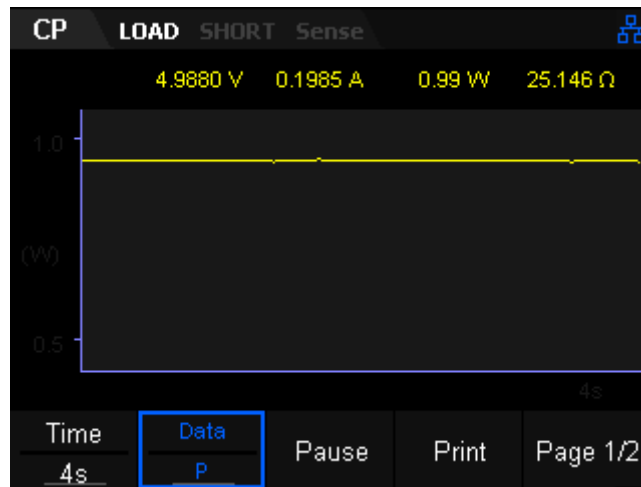

Abbildung 2-13: Wellenformanzeigeschnittstelle des CP-Modus
6. Drücken Sie die **Anzeige** Taste zum Aufrufen der Wellenformanzeigeoberfläche, wie in Abbildung 2-13 dargestellt. Standardmäßig wird die Leistungskurve angezeigt. Bei Änderung der Eingangsspannung nimmt die Last eine konstante Leistung auf. Drücken Sie die Taste **Anzeige** Drücken Sie erneut die Taste, um die Wellenform zu verlassen.